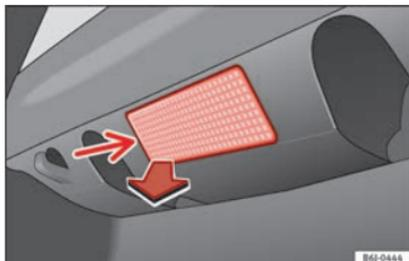

Fig. 118 Luce del bagagliaio.
- Estrarre il paralume facendo pressione sul bordo della sua parte interna (freccia) aiutandosi con la parte piana di un cacciavite »» fig. 118.